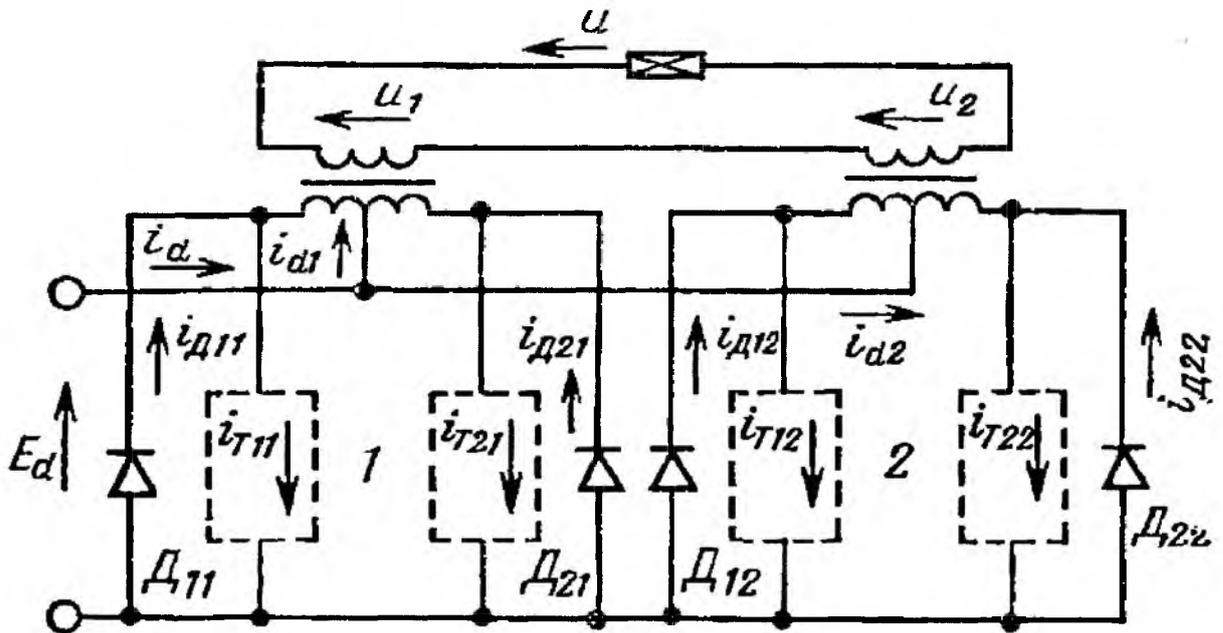

Рис. 14. Схема двух идеальных однофазных последовательно соединенных инверторов.
18. Выводы двух одинаковых однофазных инверторов соединены последовательно с целью регулирования напряжения (рис. 14). Требуется исследовать условия работы схемы, если отдельные инверторы управляются так, что их выходные напряжения сдвинуты на  $90^\circ$  относительно друг друга. Построить кривые напряжений  $u$ ,  $u_1$  и  $u_2$  и токов  $i_D$ ,  $i_T$ ,  $i_{d1}$ ,  $i_{d2}$  и  $i_d$  и найти средние значения токов, если  $E_d = 10$  В,  $f = 100$  Гц, а) нагрузка  $R = 1$  Ом, б) нагрузка  $L = 1$  мГн.